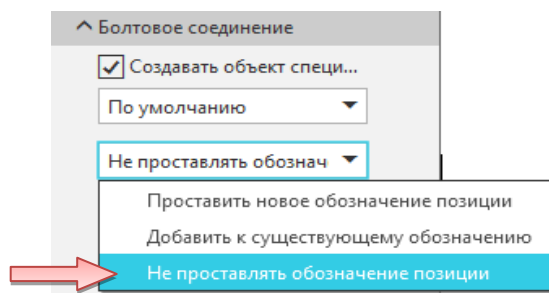

Рис. 4.39. Отключение функции проставления позиций
- На панели «Параметры» раскройте список и укажите вариант «Не проставлять обозначение позиции» (рис. 4.39).